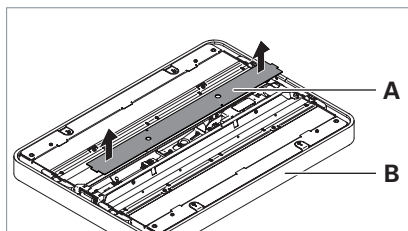

Fig. 20: Retirer le recouvrement.
- Dévissez les deux vis du recouvrement **A** et enlevez le recouvrement de la tête du luminaire **B**, voir Fig. 20.